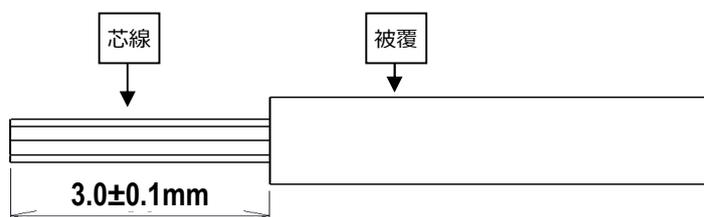

図 2. 電線被覆剥き長さ
① 電線被覆は、 3.0 ± 0.1 mmで剥いてください。(図.2 参照)